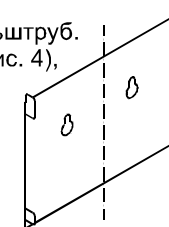
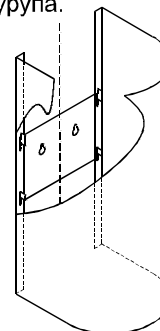

РИС. 4
РИС. 5
6.2. Установите на зонт комплект из двух телескопических фальштруб. Верхнюю фальштрубу предварительно навесьте на кронштейн (рис. 4), и выдвиньте ее на нужную высоту. Разметьте центры отверстий для крепления верхней фальштрубы с кронштейном (рис. 5). Снимите фальштрубы. Просверлите два отверстия для установки дюбелей Ø8 мм и забейте их. Вверните два шурупа.